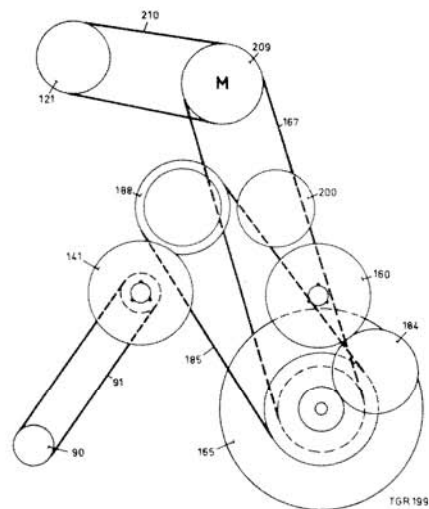

Fig. 7
Het mechanische gedeelte (loopwerk) is voornamelijk samen-gebracht op klapchassis pos. 515. Het bestaat in hoofdzaak uit motor + poelie pos. 209, vliegwiel pos. 165, rechter en linker spoelschotel pos. 160 en 141, en de drie tussenwielen pos. 184, 188, 200 (zie fig. 7).
Situatie in rusttoestand (zie fig. 7 en 8)